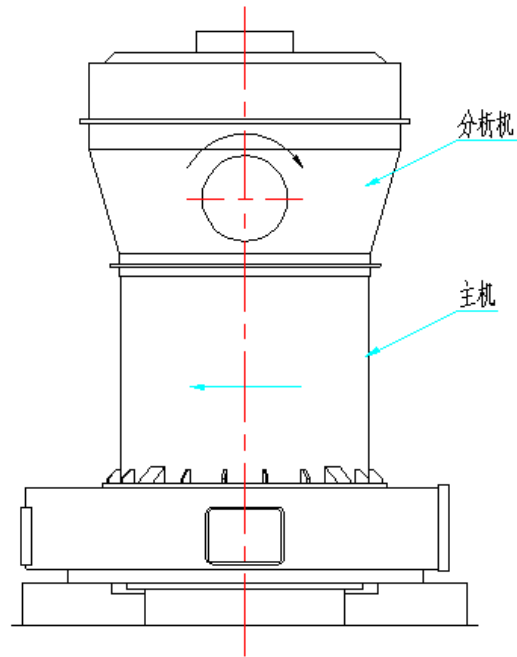

图 8 主机和分析机的转向图
(1) 主机和分析机的转向应按图 8 所示方向进行;
(2) 主机空负荷运转按转向要求时间应不少于 1 小时;
(3) 主机空负荷运转应将磨辊装置用钢丝绳扎紧, 避免磨辊与磨环接触打击, 如无条件, 亦可将磨辊装置拆卸;